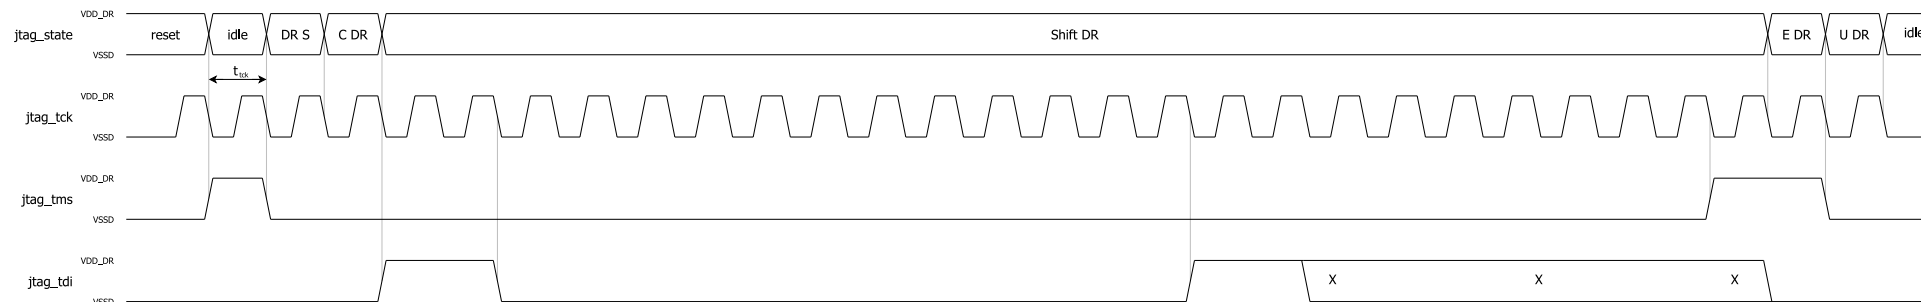
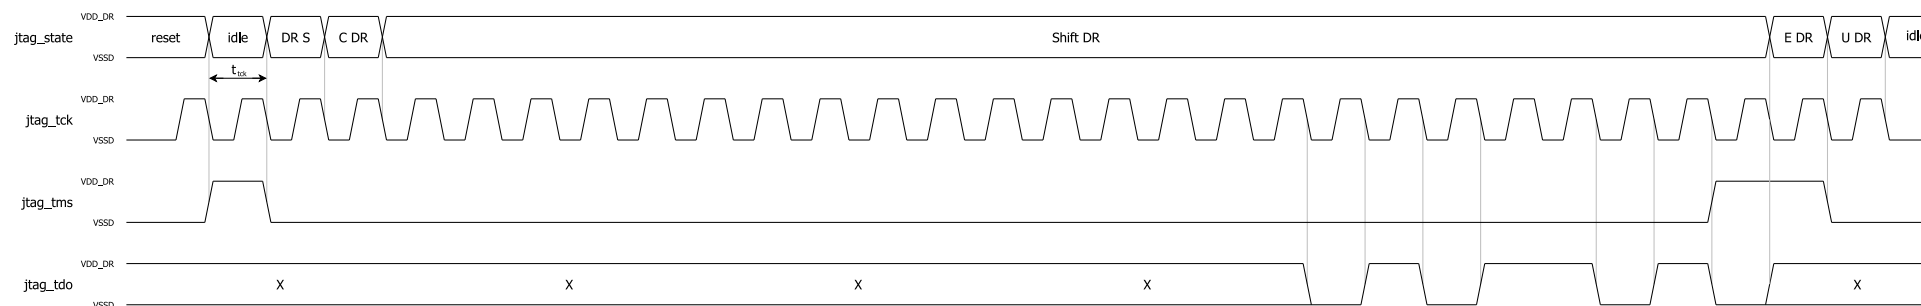

Рисунок 10. Запрос чтения из памяти программ через интерфейс JTAG
Рисунок 11. Ответ на запрос чтения из памяти программ через интерфейс JTAG
Для чтения конкретного адреса памяти программ сначала необходимо осуществить запись в регистр данных инструкции JTAG_ROM_ACCESS, в которой будет произведён запрос на чтение памяти программ по необходимому адресу. Затем осуществить чтение регистра данных этой же инструкции (Рисунок 10, Рисунок 11).
- чтение из памяти данных осуществляется аналогично чтению из памяти программ (Рисунок 10, Рисунок 11).
9) для подтверждения корректности произведённой записи можно последовательно считать используемые адреса и сравнить их с тем, что было записано (Рисунок 10, Рисунок 11).